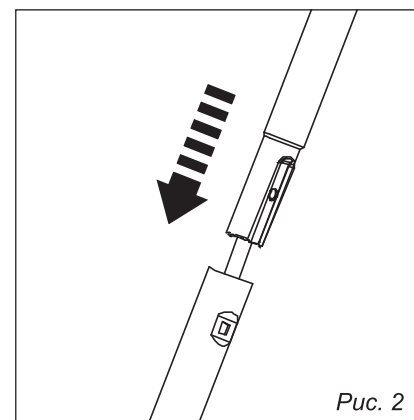

Рис. 2
### 7.1. Монтаж штанги (рис. 2, 3)
1. Установите нижнюю часть штанги по направляющим таким образом, чтобы совпали оба отверстия по каждой стороне (рис. 2).